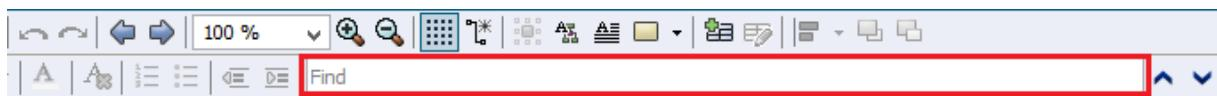

Рисунок 1.11
10. Поиск по модели также осуществляется с помощью соответствующего элемента панели инструментов (рисунок 1.11).